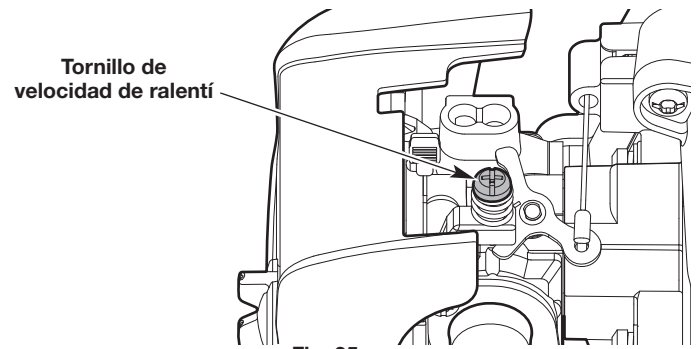

Fig. 35
- Si el motor se para, aumente la velocidad de ralentí. Use un destornillador Phillips pequeño para girar el tornillo de velocidad de ralentí en el sentido de las agujas del reloj, 1/8 de giro cada vez hasta que el motor funciona al ralentí de manera uniforme (Fig. 35).
- Si el cabezal de corte/la cuchilla gira cuando el motor funciona al ralentí, reduzca la velocidad de ralentí. Gire el tornillo de velocidad de ralentí en el sentido contrario a las agujas del reloj, 1/8 de giro cada vez, hasta que se detenga el cabezal de corte/la cuchilla (Fig. 35).